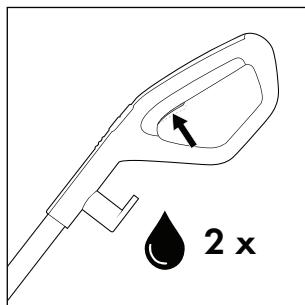
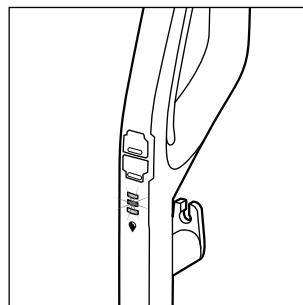

Fig. 14
Fig. 15
- ◆ Avant chaque utilisation, appuyez deux fois brièvement sur l'interrupteur solution de nettoyage  15 pour activer la fonction spray continu et pour que le rouleau brosse 6 soit opérationnel avec la solution de nettoyage (voir fig. 14). Le voyant de solution de nettoyage  12 clignote en alternance en bleu lorsque la fonction spray continu est activée ou que l'interrupteur solution de nettoyage  15 est maintenu appuyé (voir fig. 15).